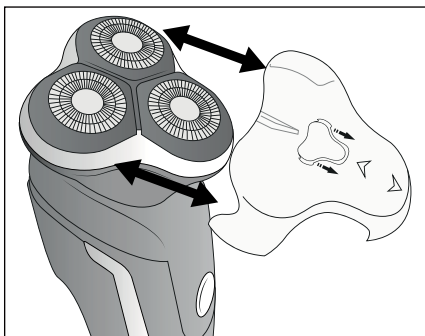

Fig. 1
- ◆ Lorsque vous n'utilisez pas le rasoir, mettez la coiffe de protection ❶ pour le protéger.
- ◆  Retirez la coiffe de protection ❶ en la retirant par le bas de l'unité de rasage ❷ (voir fig. 1).